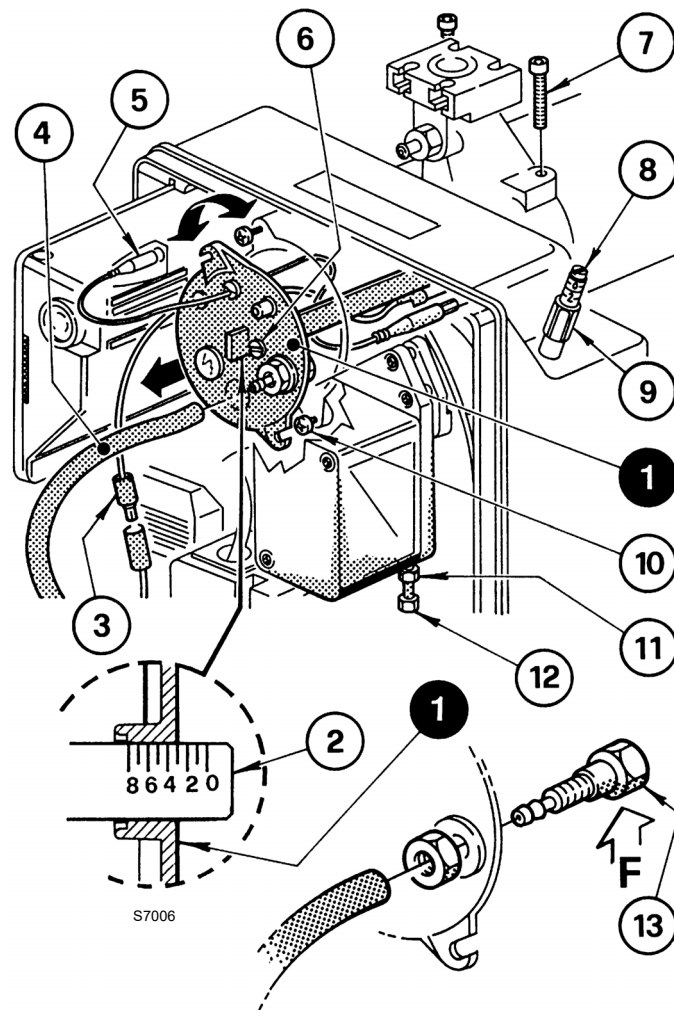

Fig. 12
Realiza-se girando no sentido horário ou anti-horário o parafuso de regulação 6)(Fig. 12) até que o entalhe inciso na haste de regulação 2) coincida com o plano exterior do conjunto cabeçal 1).
Na Fig. 12, a haste de regulação do cabeçal está calibrada no entalhe 3.
- ▶ desligar as conexões 3) e 5)(Fig. 12);
- ▶ remover o tubo 4) e afrouxar os parafusos 10)(Fig. 12);
- ▶ afrouxar e remover os parafusos 7), retirar o grupo porta-cabeçal 1)(Fig. 12) realizando uma leve rotação para a direita.
Recomenda-se não modificar a posição de regulação suporte/cotovelo 2)(Fig. 12) durante a desmontagem.
Remonte com o procedimento inverso ao indicado acima, recolocando o grupo do cabeçal 1)(Fig. 12) como indicado no início.
Aperte completamente os parafusos 7)(Fig. 12), sem os bloquear completamente. Bloqueie-os com um torque de aperto de 3 - 4 Nm.
Se a tomada de pressão afrouxar acidentalmente 13)(Fig. 12) recomenda-se a fixação correta, certificando-se de que o furo (F) localizado na parte interna do grupo do cabeçal 1)(Fig. 12) esteja voltado para baixo.